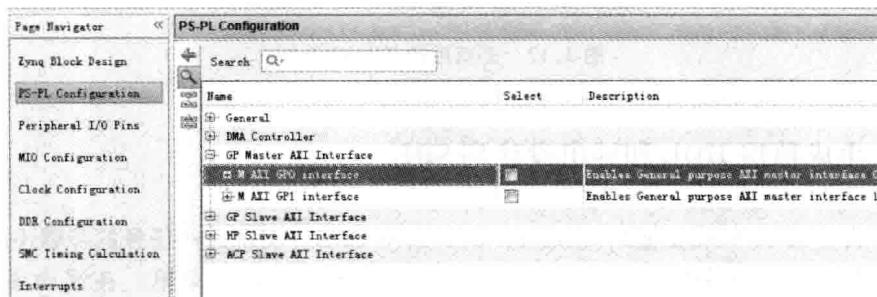

图 4.14 PS-PL 设置界面(1)
- ① 去掉 ENET0;
- ② 去掉 USB0;
- ③ 去掉 SD0;
- ④ 展开 GPIO, 不选择 GPIO MIO;
- ⑤ 展开 Memory Interfaces, 不选择 Quad SPI Flash;
- ⑥ 展开 Application Processor Unit, 不选择 Timer0。
(12) 如图 4.14 所示, 在左侧选择 PS-PL Configuration。在右侧展开 GP Master AXI Interface。在展开项中, 不选中 M AXI GP0 interface。